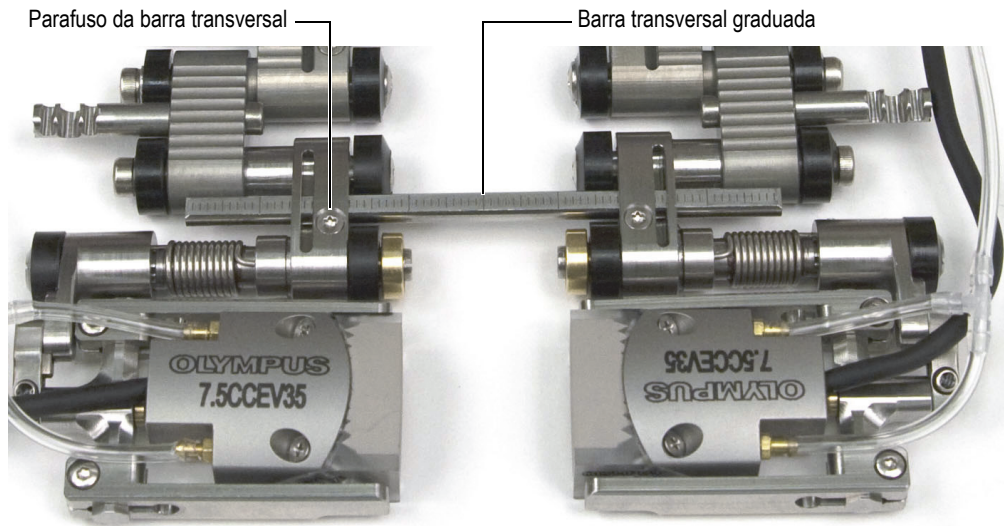

Figura 2-21 Barra transversal graduada
- (1) Deslize a barra transversal através da conexão de cada suporte da sonda e, em seguida, fixe a barra transversal na posição desejada com os parafusos da barra transversal.
- (2) Deslize a segunda barra transversal através das conexões macho que ficam aproximadamente no centro do escâner e, em seguida, fixe a barra transversal no local com os parafusos da barra transversal.
- (3) Use as graduações das barras transversais (veja Figura 2-21 na página 50) para definir uma separação idêntica nas duas localizações da barra transversal.
4. Para rastreamento com sonda de elemento duplo, deve-se juntar as duas metades do escâner (veja Figura 2-21 na página 50):